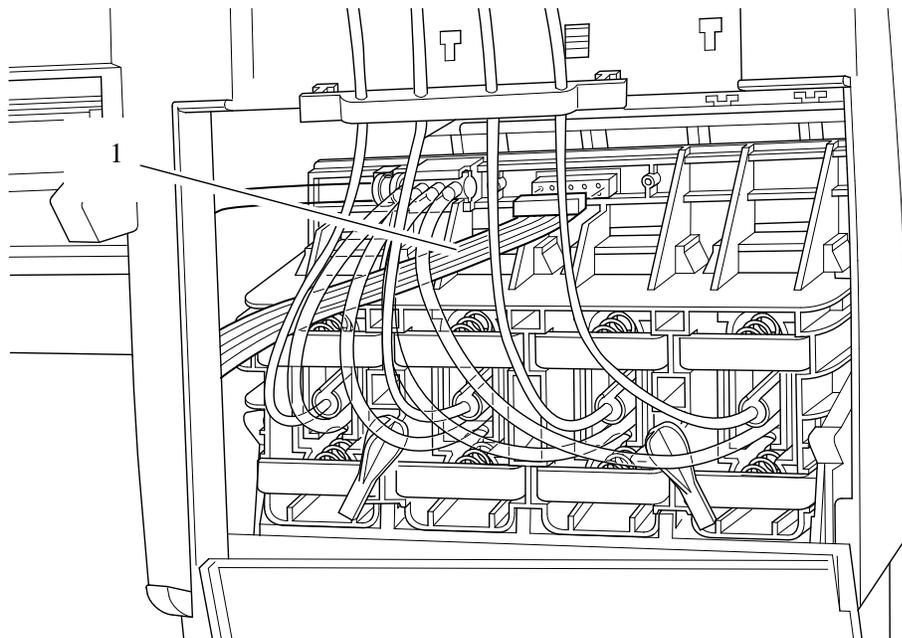

Figura 60: Cabo do conector dos tubos dos cartuchos de tinta
11. Desconecte o cabo do conector dos tubos dos cartuchos de tinta (item 1) (consulte a Figura 60).